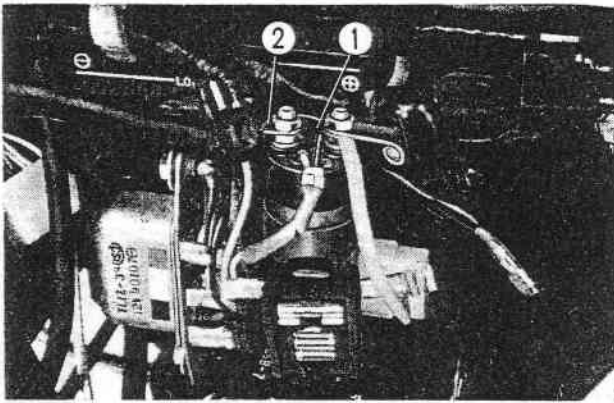

Fig. 9-10 ① Relais magnétique
1. Déposer le couvercle gauche, débrancher le fil électrique du relais magnétique puis enlever le relais. (Fig. 9-10)